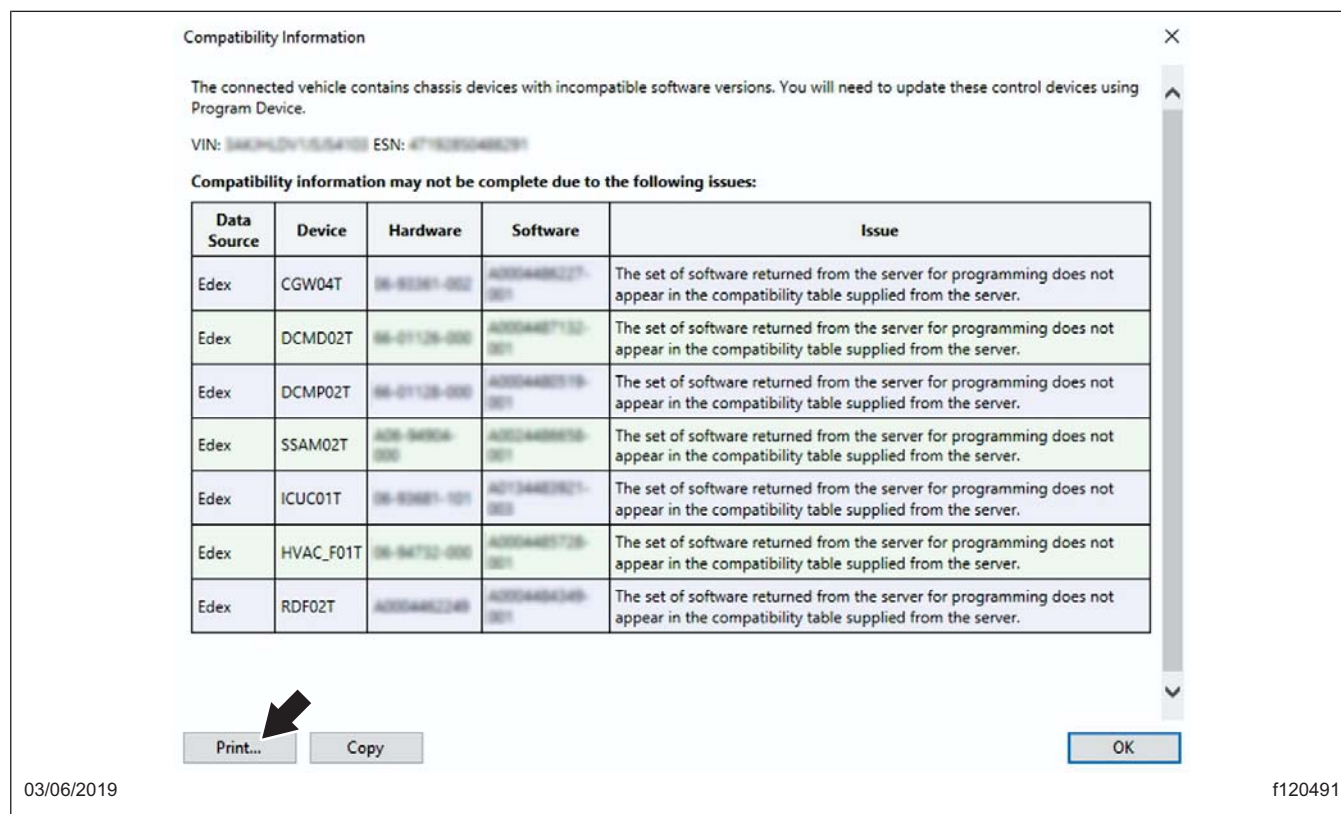

Fig. 12, Impression de la liste des modules ECU incompatibles
16. Imprimez ou effectuez une capture d'écran des modules ECU incompatibles. Reportez-vous à la figure 12.